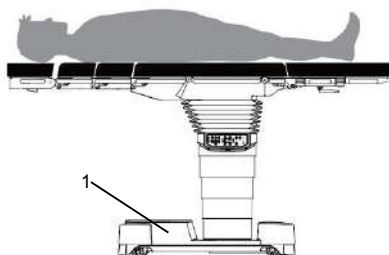

Рис. 2-33. Нормальное положение пациента
Верхняя часть тела пациента находится над основанием операционного стола (1), как показано на Рис. 2-33..